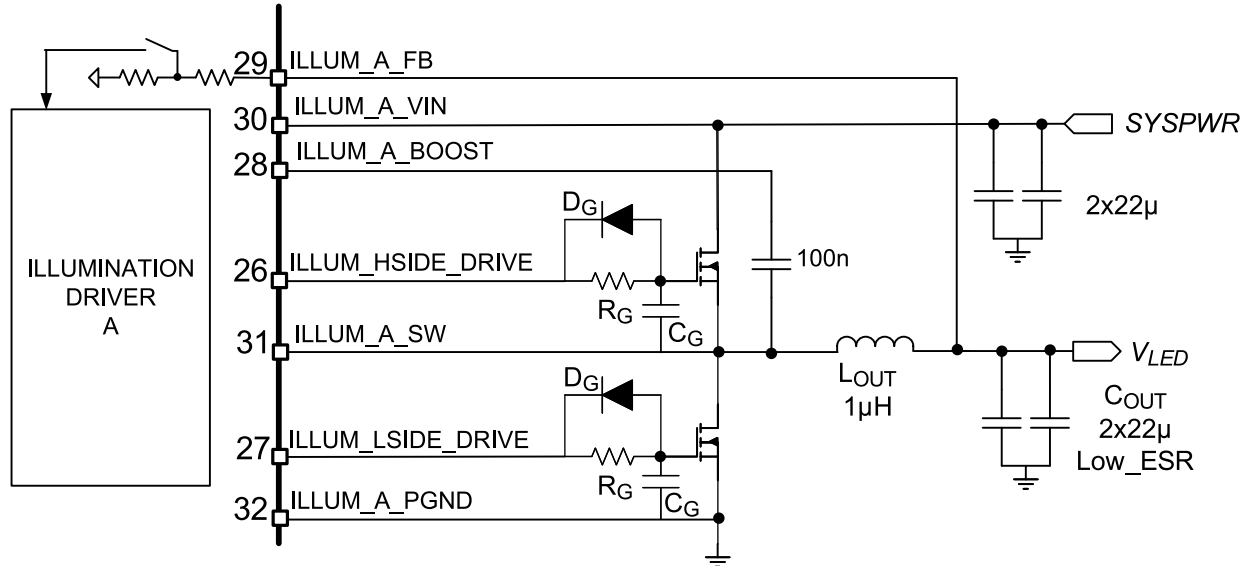

図 6-4. 一般的な照明ドライバ構成
DLPA3085 の照明ドライバは、2 つの外付け低抵抗 N チャネル FET を駆動するための降圧コントローラです (図 6-4)。降圧コンバータの動作原理は、アプリケーション ノート『スイッチモード電源の降圧電力段について』(SLVA057)で説明しています。適切に動作させるには、外付け部品、特にインダクタ L_{OUT} および出力コンデンサ C_{OUT} の選択が非常に重要です。最高の効率とリップル性能を得るには、等価直列抵抗 (ESR) が小さいインダクタとコンデンサを選択します。コンデンサの電圧定格は、アプリケーションでコンデンサの両端に印加される電圧の 2 倍以上に設定します。
図 6-10 に、 $12V$ の入力電圧に対する照明ドライバとパワー FET の効率の概要を示します。外部コンポーネント (図 6-4): ハイサイド FET (L) CDS17506Q5A、ローサイド FET (M) CDS17501Q5A、 $L_{OUT} = 2 \times 2.2\mu H$ 並列、 $C_{OUT} = 88\mu F$ 。いくつかの出力電圧レベル (V_{LED}) について、出力電流と効率との関係を示します。